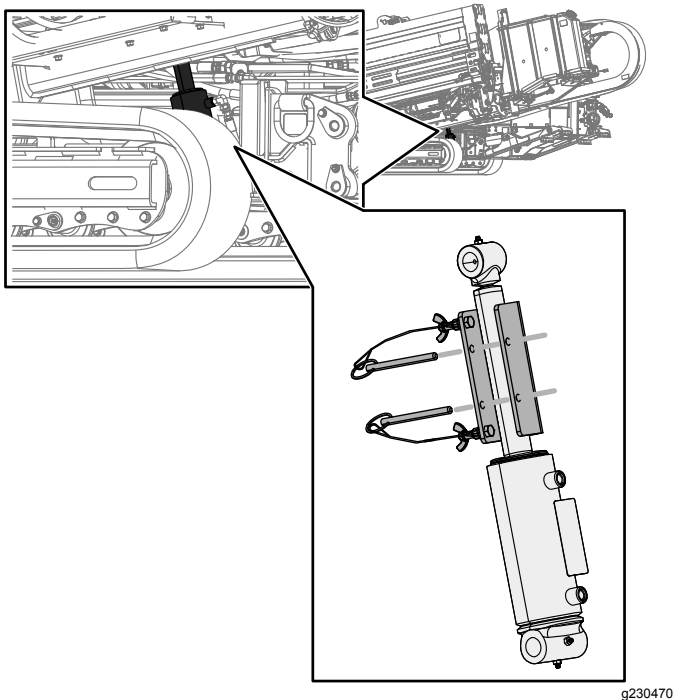

Рисунок 75
4. Установите замок на шток гидроцилиндра (Рисунок 75).
5. Закрепите замок гидроцилиндра посредством штифта с головкой и шплинта (Рисунок 75).